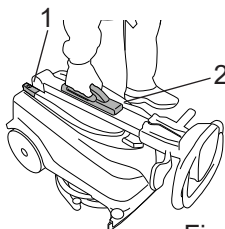

Fig.6
- Spegner la macchina dall'interruttore generale (Fig.6-Rif.1).
- Sollevare la macchina dall'impugnatura sul manico (Fig.6-Rif.2).